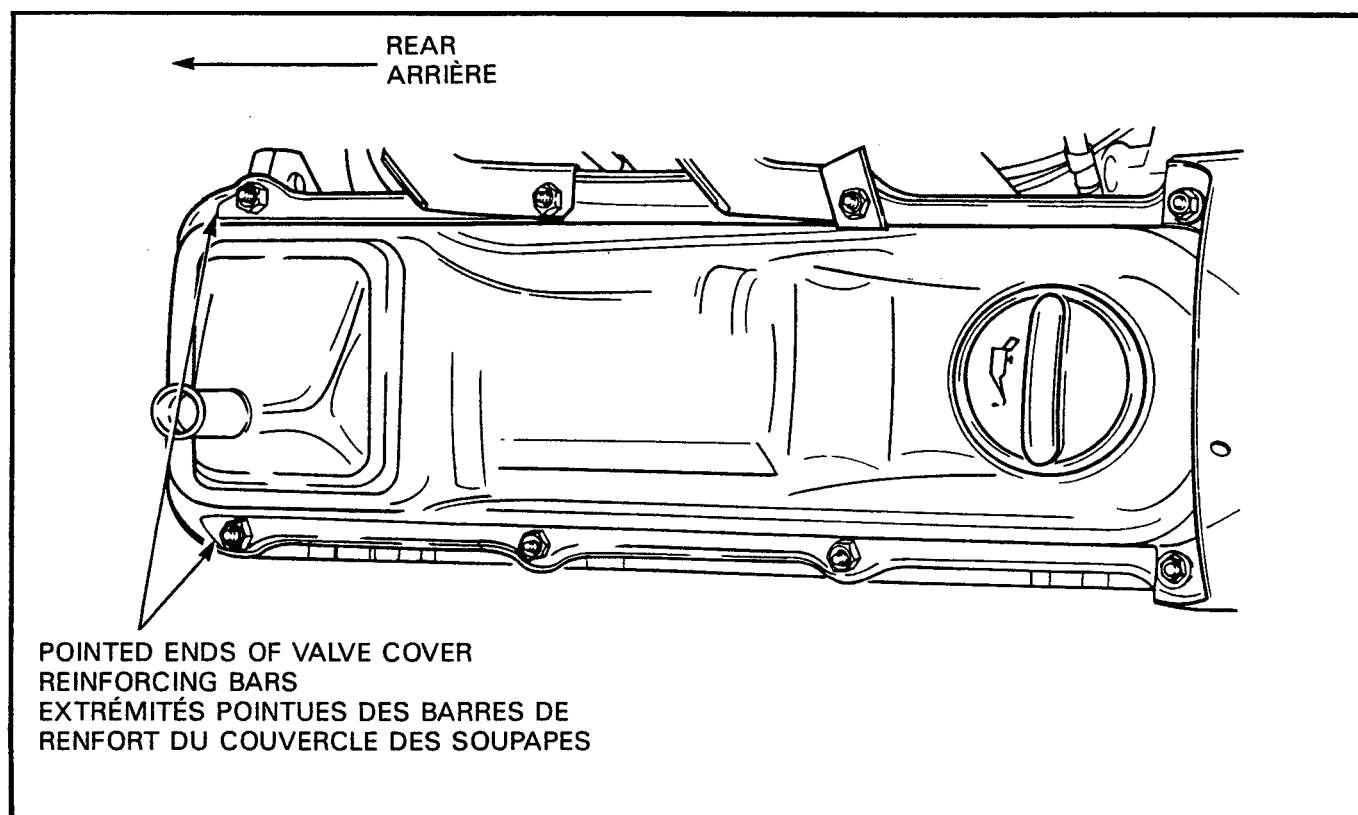

Figure 2-6-6 Valve Cover Reinforcement Bars
e. Install the valve cover and reinforcement bars, ensuring the flat side of the bar faces toward the cover and the pointed end of the bar points toward the rear of the vehicle, see Figure 2-6-6.	e. Installer le couvercle des soupapes et les barres de renfort en s'assurant que le côté plat des barres est placé vers le couvercle, et l'extrémité pointue vers l'arrière du véhicule, voir figure 2-6-6.